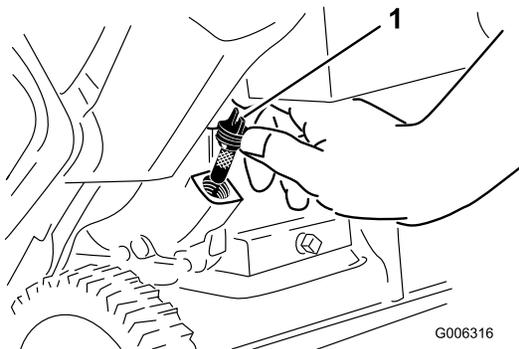

Bild 29
6. Reinigen Sie den Bereich um den Öleinfülldeckel (Bild 29).
7. Schrauben Sie den Öleinfülldeckel ab und entfernen ihn (Bild 29).